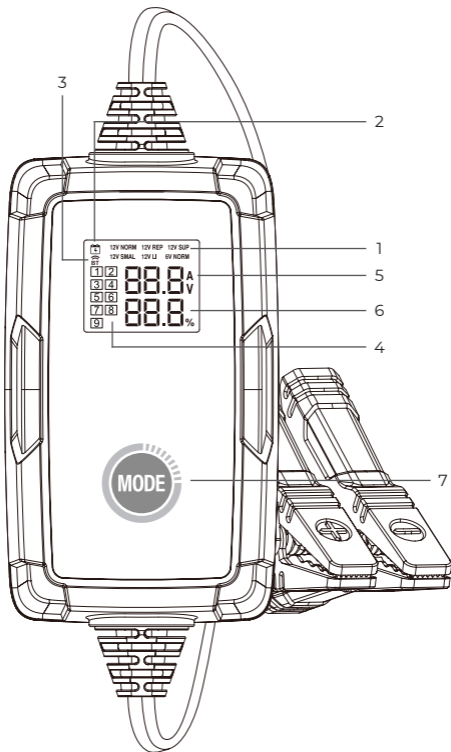

Figura 2.1.1
1. 6 Modos de Carregamento de Bateria: No modo autónomo, a TB6000Pro fornece-lhe 6 modos diferentes 12V/6A Norma, 6V/3A Norma, 12V/3A Pequeno, 12V/6A Baterias de lítio-íon, 12V/1A Reparação, 12V/6A Abastecimento. (Veja figura 2.1.1) Uma vez ligado o carregador ao telefone através de BT, pode personalizar o processo de carregamento e os parâmetros. (Para detalhes, consulte a secção 3)